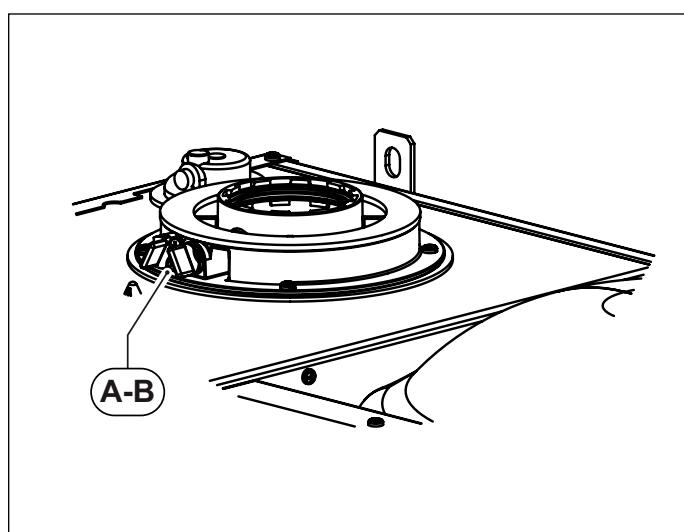
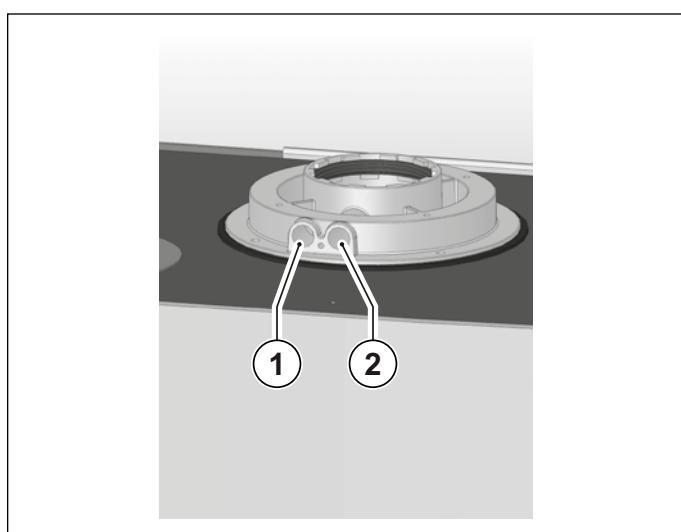

Fig. 19 Poziția bușoanelor
Fig. 20 Poziția orificiilor
Centrala termică este prevăzută cu un turn pentru racordarea conductelor de aspirație aer/evacuare gaze arse (vezi Fig. 19 Poziția bușoanelor și Fig. 20 Poziția orificiilor).
În turn au fost prevăzute orificii pentru accesul direct al aerului de combustie și pentru evacuarea gazelor arse (vezi Fig. 20 Poziția orificiilor).
Înainte de a efectua măsurările înălțurați bușoanele **A** și **B** din orificiile prevăzute pe turn (vezi Fig. 19 Poziția bușoanelor).
- măsurarea aerului de combustie preluat din orificiul **1** (vezi Fig. 20 Poziția orificiilor).
- măsurarea temperaturii gazelor arse și a CO2 prelevat din orificiul **2** (vezi Fig. 20 Poziția orificiilor).
Cablurile termostatului trebuie conectate la bornele (1) și (2) ale plăcuței electronice (vezi Fig. 16 Schema electrică RTFS și Fig. 20 Schema electrică CTFS) după ce a fost eliminată puntea furnizată cu centrala termică. Fig. 25 Schema electrică după ce a fost eliminată puntea furnizată cu centrala termică.